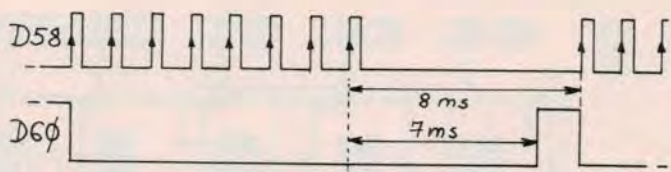

Fig. 4
**- Validité du top de synchro.** Le signal D58 est appliqué à l'entrée d'un monostable réarmable « TPS ». Grâce à la constante de temps R3-C3, connectée au picot P21, ce circuit délivre un palier négatif couvrant le train des 8 impulsions + 7 ms environ (voir fig. 4). En fait, on obtient un top positif de durée égale à  $t_{sy} - 7$  ms, soit normalement 1 ms, si tout va bien. Si le temps de synchro descend sous 7 ms, le monostable est